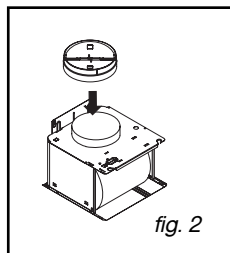

fig. 2
– Montez le clapet anti-retour sur la sortie du moteur (fig. 2). Ce clapet anti-retour permet d'obstruer l'entrée d'air venant de l'extérieur.